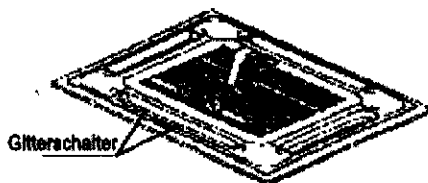

Abb. 9
(1) Entfernen Sie das Einlassgitter.
- a. Schieben Sie die beiden Gitterschalter gleichzeitig in die Mitte und ziehen Sie sie dann nach oben. (Siehe Abb. 9)